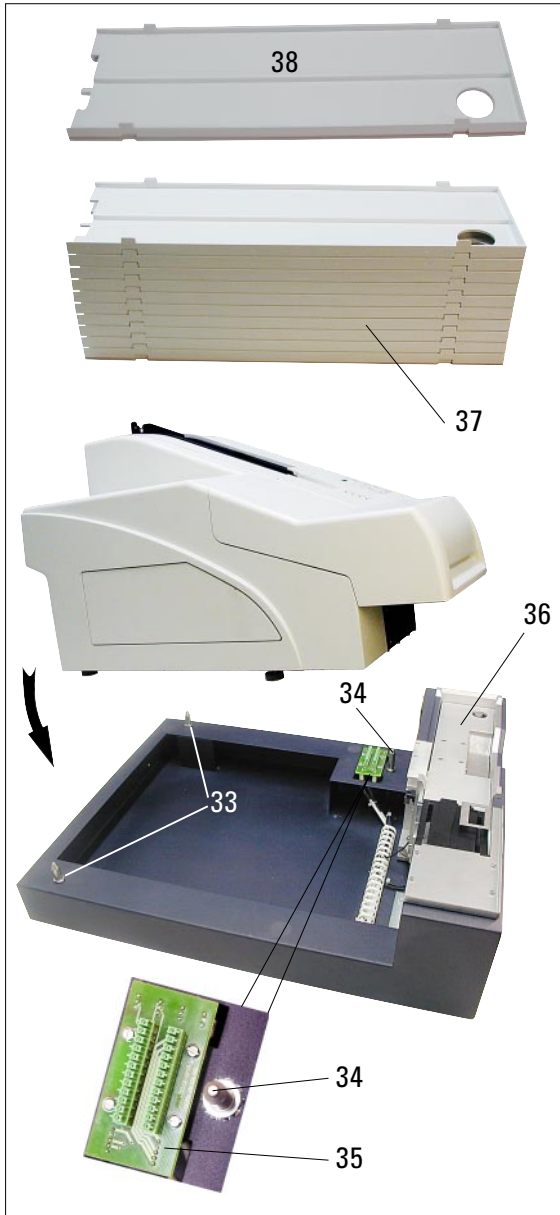

Fig. 9
- Tenir l'imprimante par les côtés (droit et gauche) et, comme dans la fig. 9, l'incliner légèrement vers l'arrière de sorte que les deux boulons (33) s'insèrent dans la plaque de base. L'abaisser ensuite délicatement vers l'avant jusqu'à ce que le troisième boulon (34) fixe l'appareil et enclenche le connecteur multiple (35) dans la plaque de base.
- Poser la pile de plateaux (37) sur la plaque élévatrice (36) de la station de déchargement. Pour avoir des informations sur la commande de la plaque élévatrice, voir le chapitre 5.2, page 35.